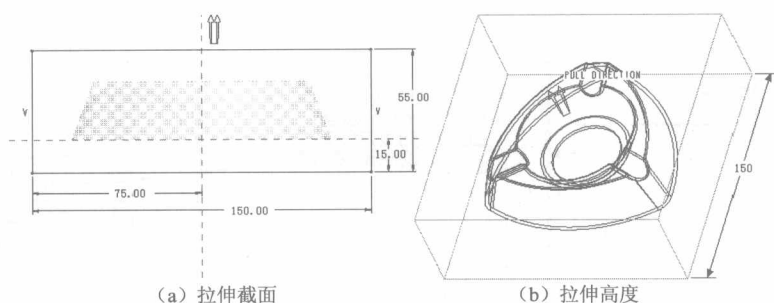

图1-15 产生毛坯工件
12. 选择菜单管理器中的【加材料】/【拉伸】/【实体】/【完成】命令，选择 MOLD_FRONT 基准面，绘制如图 1-15 (b) 所示毛坯工件，拉伸截面如图 1-15 (a) 所示。